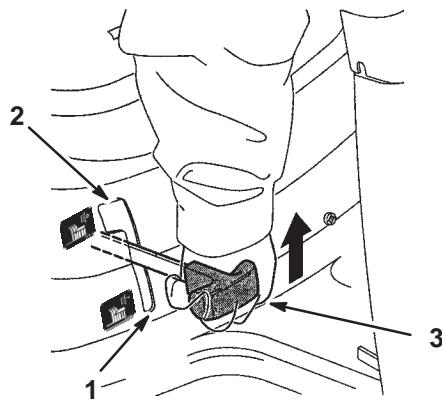

Bild 6
3. Stellen Sie den Zapfwellenantrieb auf „Ausgekuppelt“ (Bild 6).